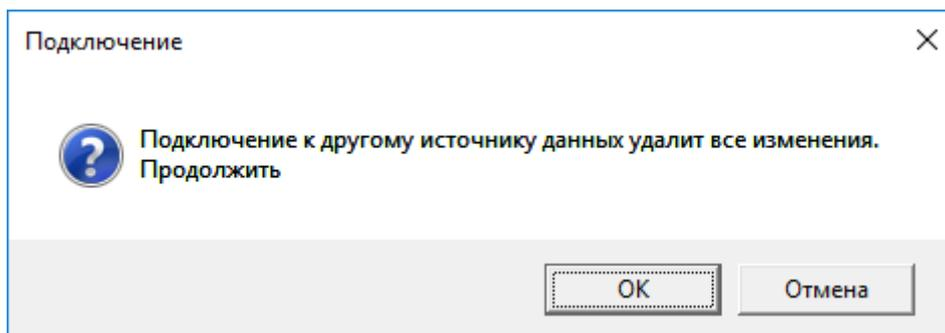

Рисунок 8 – Запрос на подключение к другому источнику данных
1. При запросе на подключение к другому источнику данных (Рисунок 8) выбрать «**ОК**» (изменить подключение - подключиться к прибору);